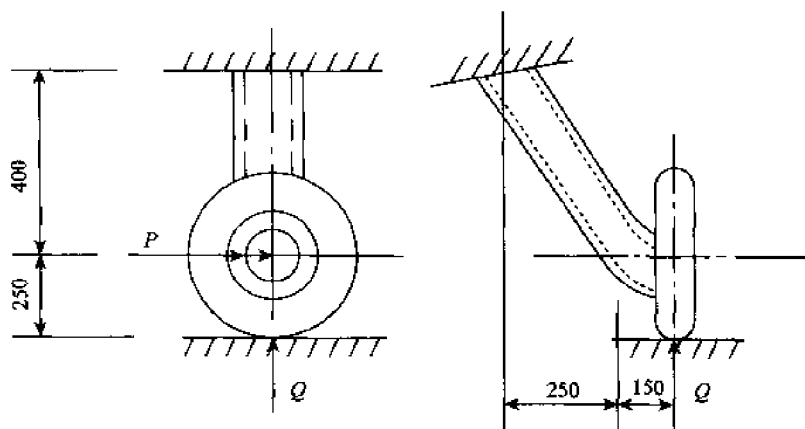

图 8-42
2. 如图 8-42 所示,飞机起落架的折轴为管状截面,内径 $d = 70\text{mm}$,外径 $D = 80\text{mm}$,材料的许用应力 $[\sigma] = 100\text{MPa}$,试按第三强度理论校核折轴的强度,若 $P = 1\text{kN}$, $Q = 4\text{kN}$ 。